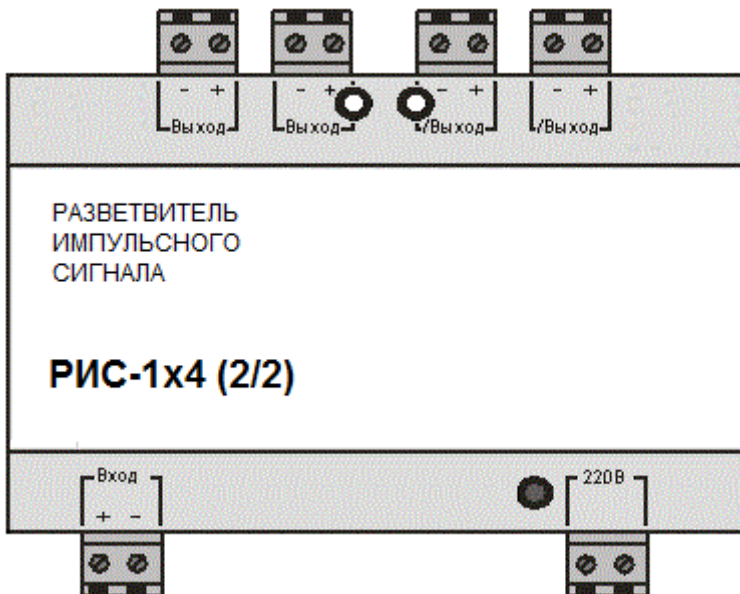

Рис.1
4.3 Расположение входных/выходных разъёмов и передняя панель РИС-1х4 показаны на рис.1.